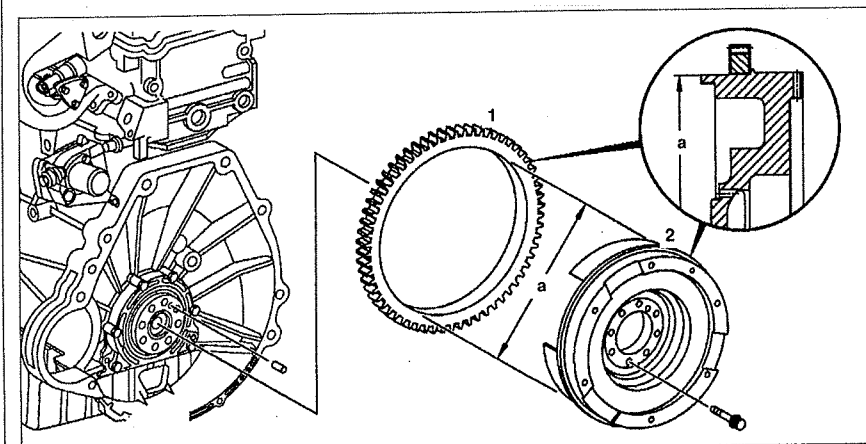

Рис. 2.59. Замена зубчатого венца маховика: (стр. 112)
14. Просверлите отверстие на поверхности зубчатого венца и установите зубило или быстро нагрейте и немедленно снимите (см.рис.2.59). Проверьте диаметр фланца маховика *a* под зубчатый венец.